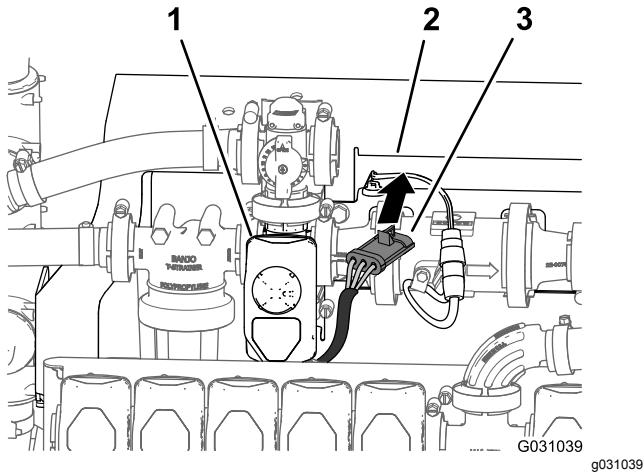

図 102
5. 攪拌バルブ用ハーネスの3ピンコネクタを、マニホールドマウントの前方に配設する図 102。